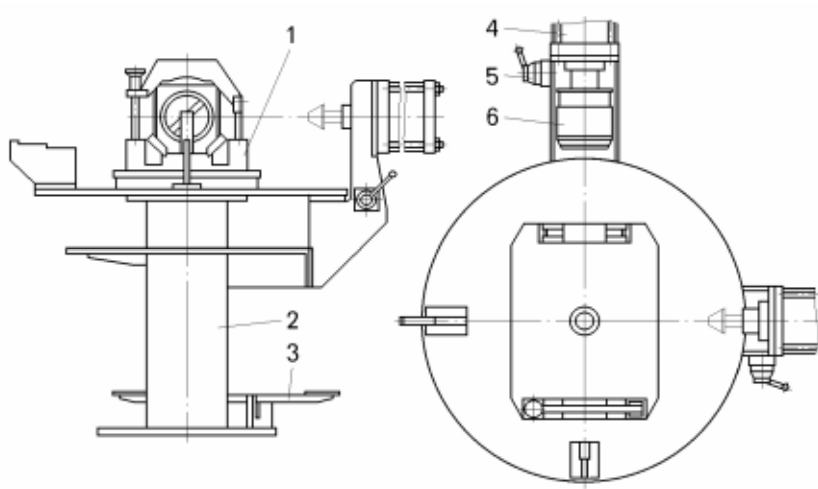

Рисунок 14.5 — Стенд для сборки цилиндров опрокидывающего механизма СБ-61:
- установить цилиндр на сборочный стенд СБ-61 (рисунок 14.5);